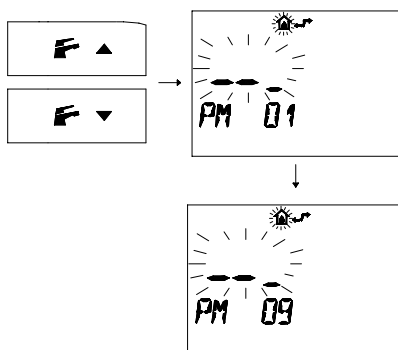

Figura 9.15
• Premere i pulsanti F▲ o F▼ per visualizzare la programmazione "PM09" modo spazzacamino (Figura 9.15)